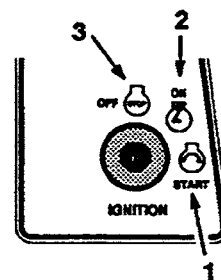

Figure 5
5. Tourner la clé de contact dans le sens horaire et la garder à la position START (DEMARRAGE) (Fig. 5). Relâcher la clé quand le moteur démarre.
2. Tourner la clé de contact sur OFF (ARRET) (Fig. 5).